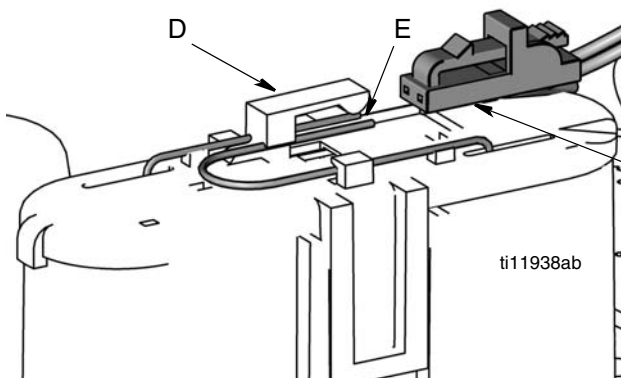

FIG. 48
- Reconnectez le fil (B) à la batterie en glissant doucement le connecteur sur les bornes de la batterie (E) jusqu'à ce qu'il s'insère solidement en place grâce au clip (D) (FIG. 48).